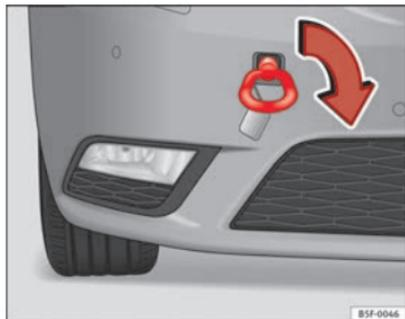

Abb. 174 Vorderer Stoßfänger rechts: Eingeschraubte Abschleppöse
- Schrauben Sie die Abschleppöse bis zum Anschlag in das Gewinde ein ⇒ **Abb. 174** und ziehen Sie sie mit dem Radschlüssel fest an.